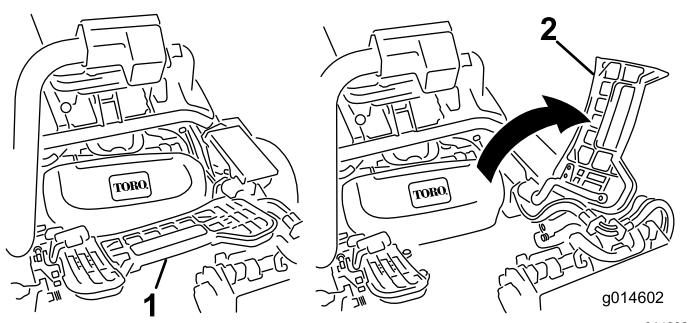

図 11
7. 中央カッティングユニットを取り付ける時は、フットレストを跳ね上げて取り付け位置へのアクセスを確保する図 11。